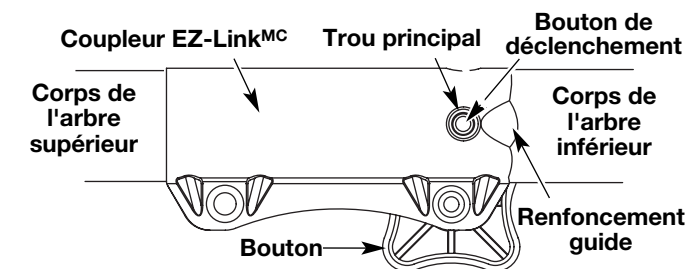

Fig. 3
- Tenez fermement l'accessoire et enfoncez-le tout droit dans le coupleur EZ-Link^{MC} (Fig. 3).
- Appuyez sur le bouton de déclenchement et maintenez-le enfoncé (Fig. 3).